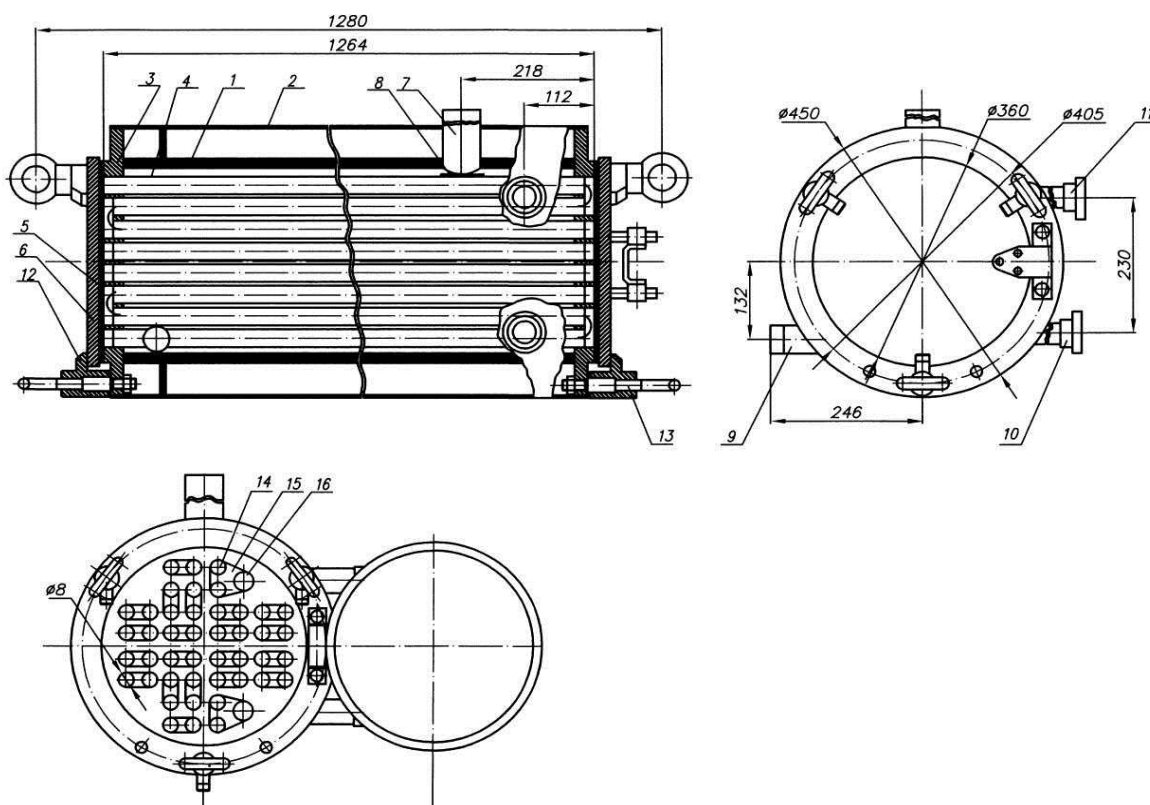

Рис. 10. Теплообмінний циліндр:
Не рідше, ніж через 6...8 год. безперервної роботи, установку миють безрозбірним способом. Перед миттям з апарата зливають розсіл і воду, від'єднують від нього трубопроводи, що йдуть на молокоочисники, закріплюють вхідний і вихідний патрубки на розділовій плиті 5 (див. рис. 10) трубою з нержавіючої сталі 7 за допомогою двох триходових кранів 6 і 8 або двох відводів 9. Триходовий кран 4 ставлять у положення 1 на циркуляцію.
**Підготовка трубчастих установок до роботи.** При підготовці апаратів до роботи після монтажу необхідно оглянути наявність і стан гумових ущільнень, приладів контролю та регулювання. Після монтажу з робочих поверхонь апаратів повинно бути вилучено змащення та пил. Після збирання трубопроводів щільно закривають кришки теплообмінних циліндрів (рис.10) і перевіряють герметичність з'єднання водою, що подається із проміжної ємності зрівняльного бака або танка, з'єданого з насосом для молока.